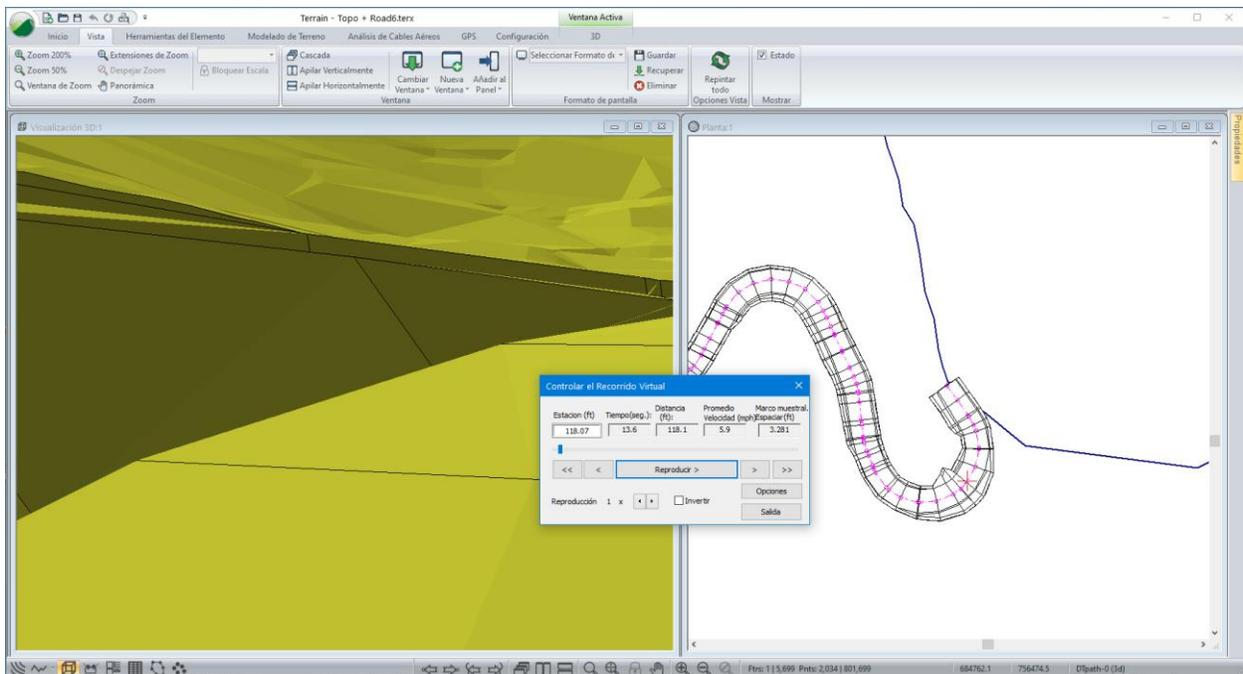

Figura 23-9: Recorrido Virtual por Muestra
7. Presione *Reproducir* para comenzar a conducir, una muestra puede ser vista abajo en la Figura 23-9.